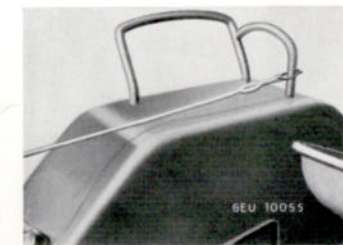

Bild 3a: So wird das Zugseil am Schlepper befestigt
7. Zugseil am Schlepper anbringen gemäß Bild 3a.